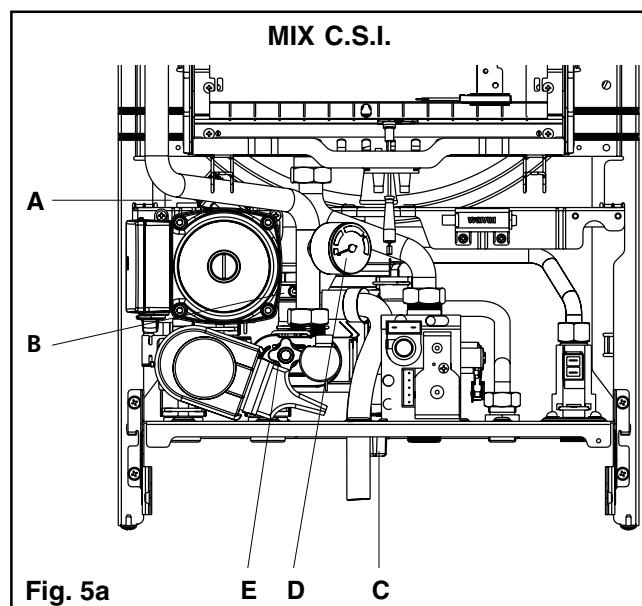

Fig. 5a
- rotiti de doua sau trei ori capacul supapei de aer automate (**A**, fig. 5a si 5b) pentru a o deschide;
- deschideti robinetul de umplere (**C**, interior pentru MIX C.S.I., exterior pentru MIX R.S.I.) pana ce presiunea la manometru (**D**) este cuprinsa intre 1 si 1,5 bari (fig. 5a si 5b).
- conectati furtunul din cauciuc, livrat standard, la supapa de evacuare a centralei (**E**, fig. 5a si 5b)